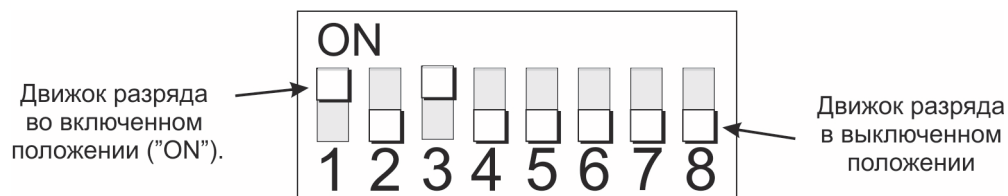

Рисунок 18
- Для выставления адреса на плате модуля используется 8-разрядный DIP-переключатель. Заводская установка для всех разрядов DIP-переключателя - выключенное положение, что соответствует нулевому адресу. Возьмите плоскую отвертку и установите движки каждого разряда DIP-переключателя в положение соответствующее определенному адресу согласно таблице адресов. Например, для установки 5-го адреса, переместите движки 1-го и 3-го разрядов DIP-переключателя вверх, во включенное положение, промаркированное на корпусе DIP-переключателя как «ON» (рисунок 18). Движки остальных разрядов установите в нижнее (выключенное) положение. В таблице адресов (**приложение №3**) включенное состояние движка указано как «on», выключенное состояние обозначено прочерком. Движки 7-го и 8-го разрядов DIP-переключателя всегда должны находиться в выключенном положении.